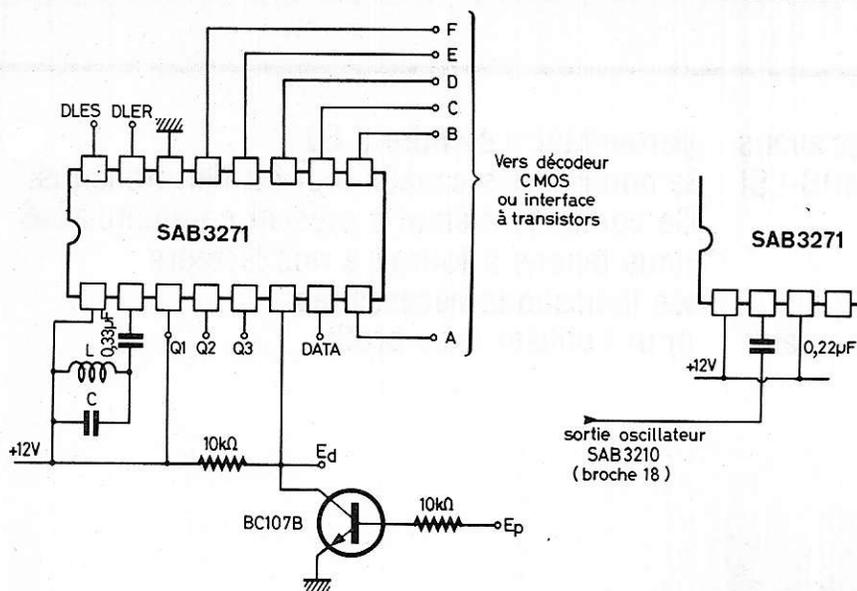

Figure 1 : Schéma d'application pour le SAB 3271. Variante : Utilisation dans un émetteur-récepteur avec le SAB 3210 et un seul circuit oscillant d'horloge.
Le schéma de la **figure 1** montre que nous avons prévu le même étage de protection de l'entrée que pour le SAB 3209. Ceci permet de raccorder exactement les mêmes circuits de réception (infrarouges, radio, BF, etc...)
- DLES, DLER et DATA (voir figure 1) permettent l'exploitation sous forme série du message de 6 bits délivré en parallèle sur ABCDEF.
Nous ne nous étendons pas sur ces possibilités annexes, qui ne s'avèrent réellement utiles que dans certains cas précis, d'autant que les broches Q1 et DATA servent aussi d'entrées de programmation et sont donc déjà utilisées dans notre montage « d'évaluation » de la figure 1. Les lecteurs désirant utiliser ces possibilités supplémentaires pourront se reporter utilement aux documents du fabricant.
La figure 1 montre d'ailleurs que dans le cas d'un émetteur/récepteur ou transpondeur utilisant conjointement SAB 3271 et SAB 3210, l'oscillateur de ce dernier (émetteur) peut facilement piloter les deux circuits simplifiant par là même le montage. Il suffit de relier la « sortie horloge » du SAB 3210 (broche 18) à l'entrée/sortie « horloge » du SAB 3271 (broche 2) à travers un 0,22 µF donc.